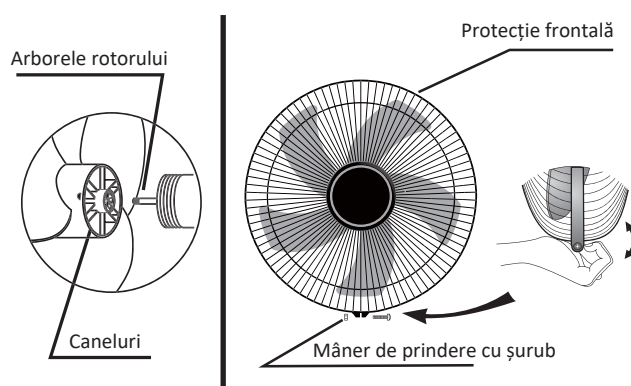

Fig. 3
3. Aliniați garda din față cu clemă de protecție cu garda din spate și împingeți ferm până când se blochează cu garda din spate. Asigurați-vă că mânerul clemei este poziționat pe porțiunea inferioară a apărătorii. (Fig. 3)